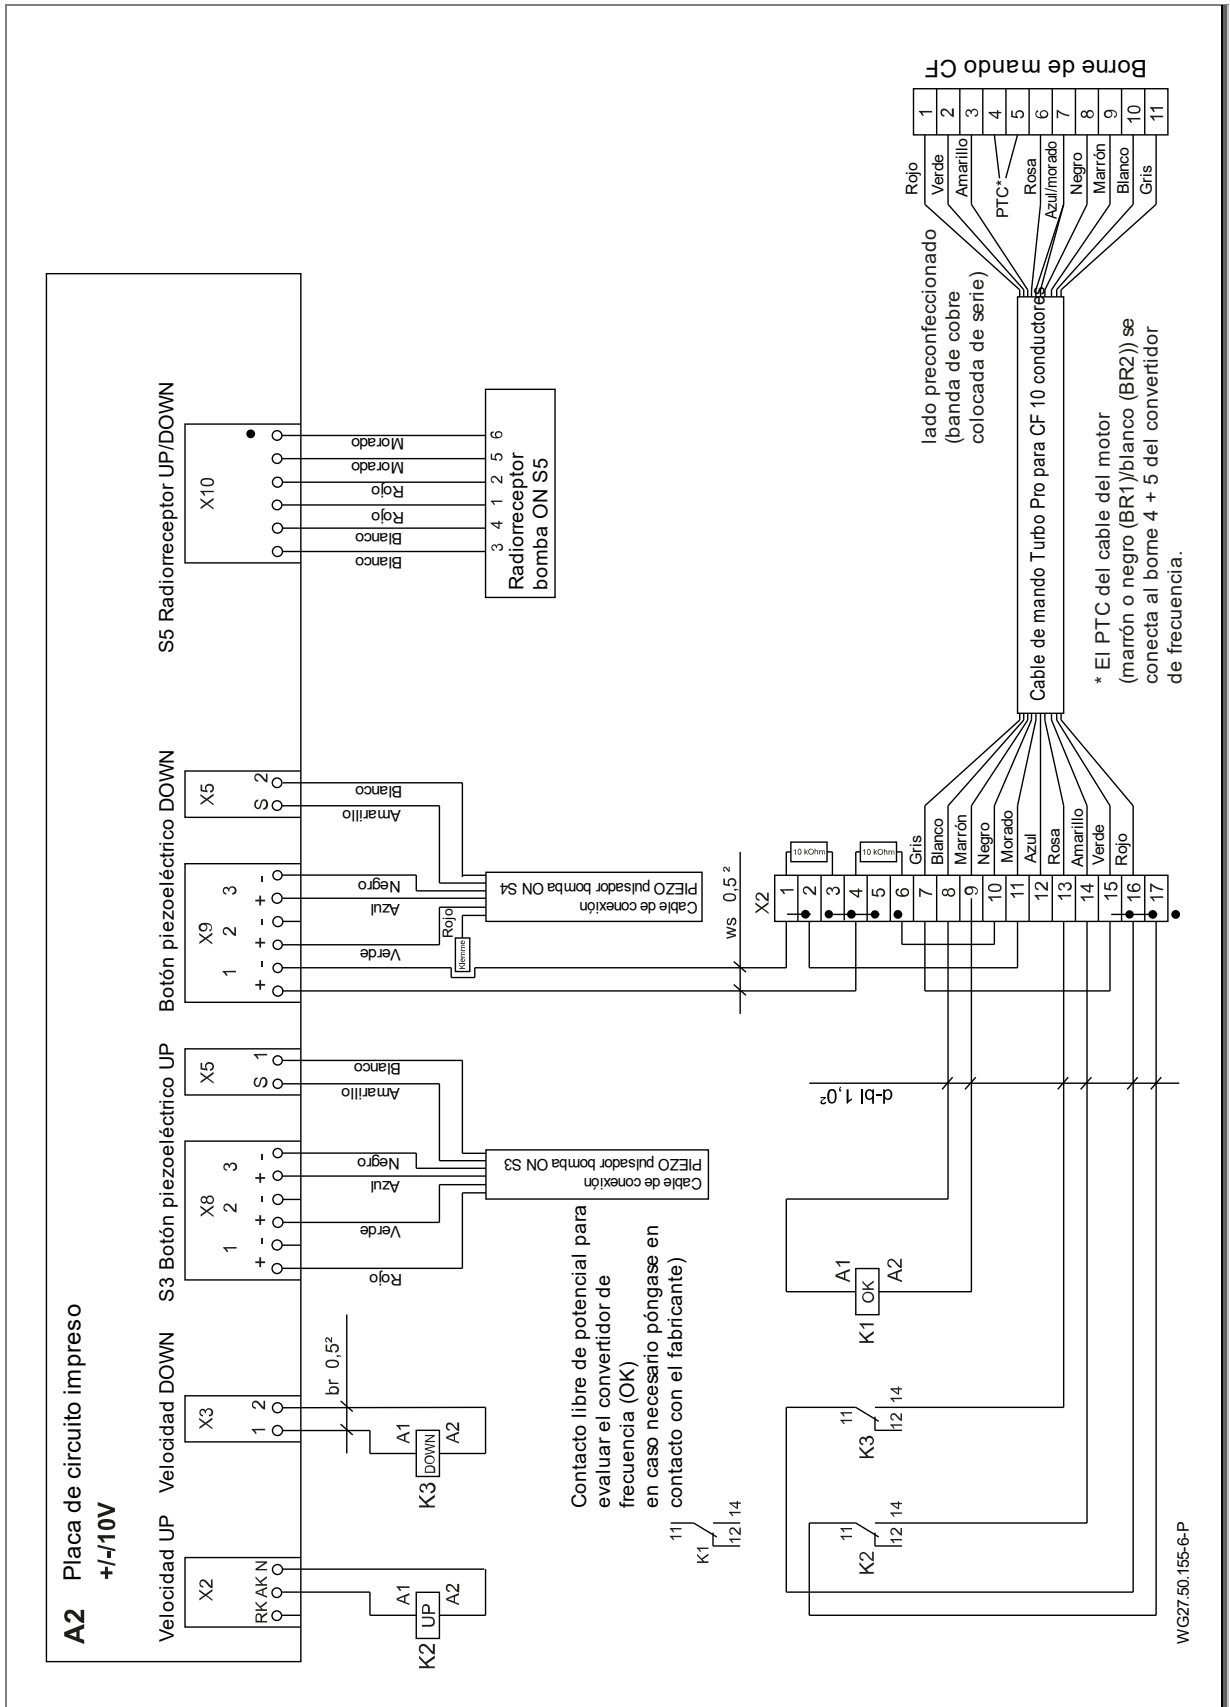

Fig. 19
14. Los conductores para el PTC (marrón o negro (BR1)/blanco (BR2)) deben cablearse según el esquema de contactos. Ver "Fig. 19", página 25.